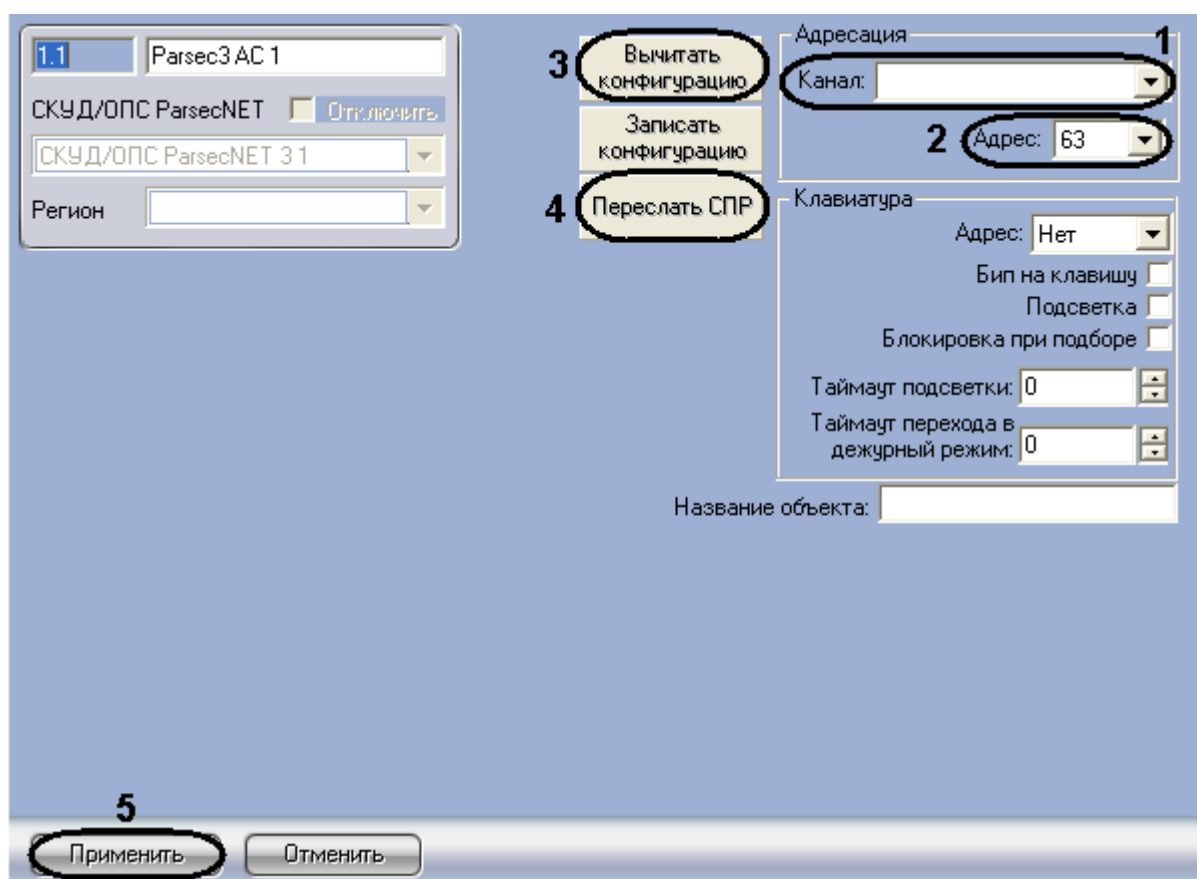

Рис. 3.9—2 Панель настроек объекта Контроллер NC32K
2. Из раскрывающегося списка **Канал**: выбрать канал, к которому подключен охранный контроллер АС-08 (Рис. 3.9—2, 1).
3. Из раскрывающегося списка **Адрес:** выбрать адрес охранного контроллера в диапазоне от 1 до 63 (Рис. 3.9—2, 2).